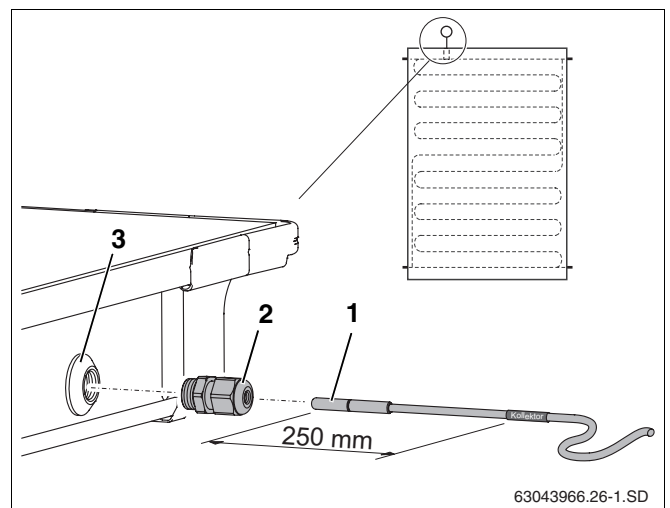

Fig. 54 Introduzir o sensor do colector no colector
Para um funcionamento sem problemas da instalação solar é necessário que o sensor do colector (fig. 54, **item 1**) seja empurrado até ao batente (corresponde a aprox. 250 mm) no tubo guia do sensor.
- ▶ Perfurar a camada de revestimento da passagem do sensor com o sensor do colector ou uma chave de parafusos (fig. 54, **item 3**).
- ▶ Apertar a união roscada de aperto (fig. 54, **item 2**) à passagem do sensor.
- ▶ Apertar a união roscada de aperto (fig. 54, **item 2**), se necessário, encostar.
Caso tenha perfurado a passagem do sensor (fig. 54, **item 3**) de um colector errado, esta deve ser vedada com o tampão do conjunto de ligação. Antes disso, deverá, com a ajuda de uma união roscada de cabo (fig. 54, **item 2**) retirar a porca que se encontra na passagem do sensor.